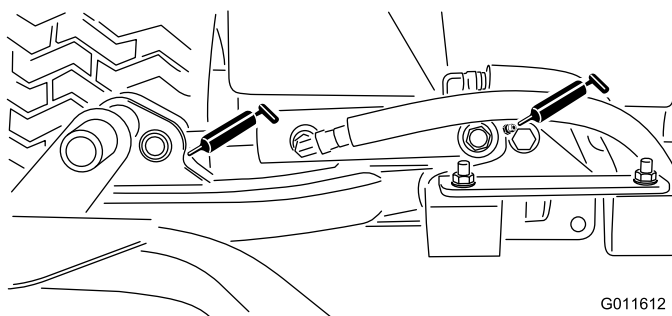

図 65
- 昇降アームのシリンダ各カッティングユニットの2ヶ所— 図 65
- 昇降アームのピボット各アームに1ヶ所— 図 65